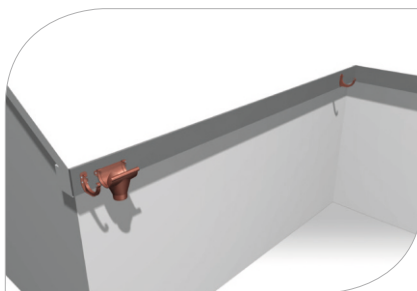

рис. 8
- 3.2 Определите позицию и смонтируйте по 1 кронштейну с каждой стороны стока – эти кронштейны расположены дальше и выше всего по сравнению с уровнем воронки (рис. 8)